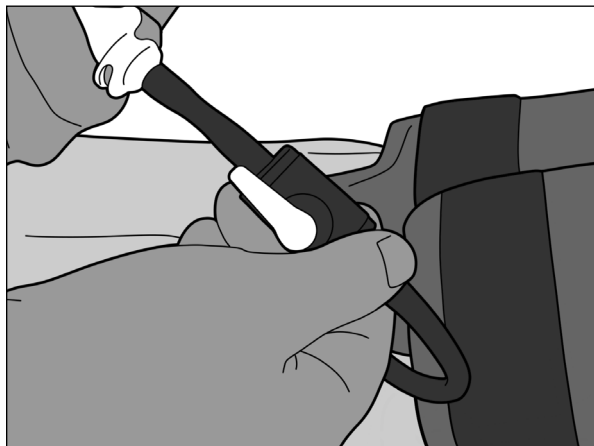

Fig. 18
5. După 2 minute, deschideți supapa rotind supapa în linie cu tubulatura (Fig. 18).